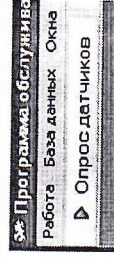

Рисунок 6 – Кнопка команды ОПРОС ДАТЧИКОВ.
5.3.3.4 Запустить команду ОПРОС ДАТЧИКОВ (рисунок 6) для отображения данных, получаемых с анеморумбометра.